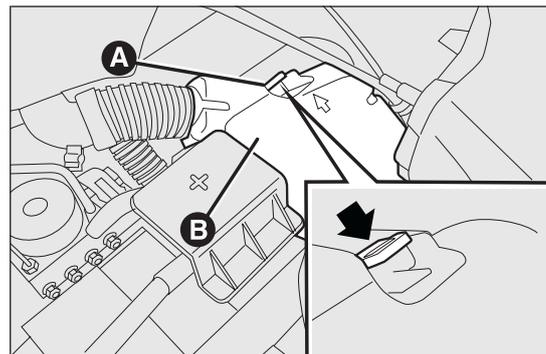

fig. 168
- agire sull'aletta B fig. 168 e rimuovere il coperchio B di protezione della scatola fusibili;